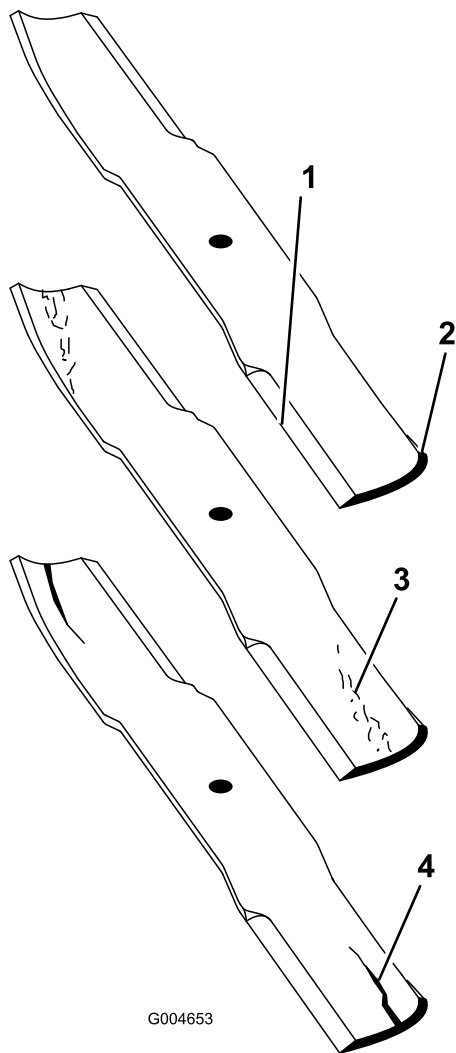

**図 130**
2. ブレードの切っ先を注意深く観察、特に、直線部と曲線部が交わる部分をよく観察する 図 130。
**注** この、直線部と曲線部の交差域は、砂などによる磨耗が進みやすい部分なので、機械を使用する前によく点検することが必要である。磨耗が進んでいる場合 図 130には、ブレードを交換する。